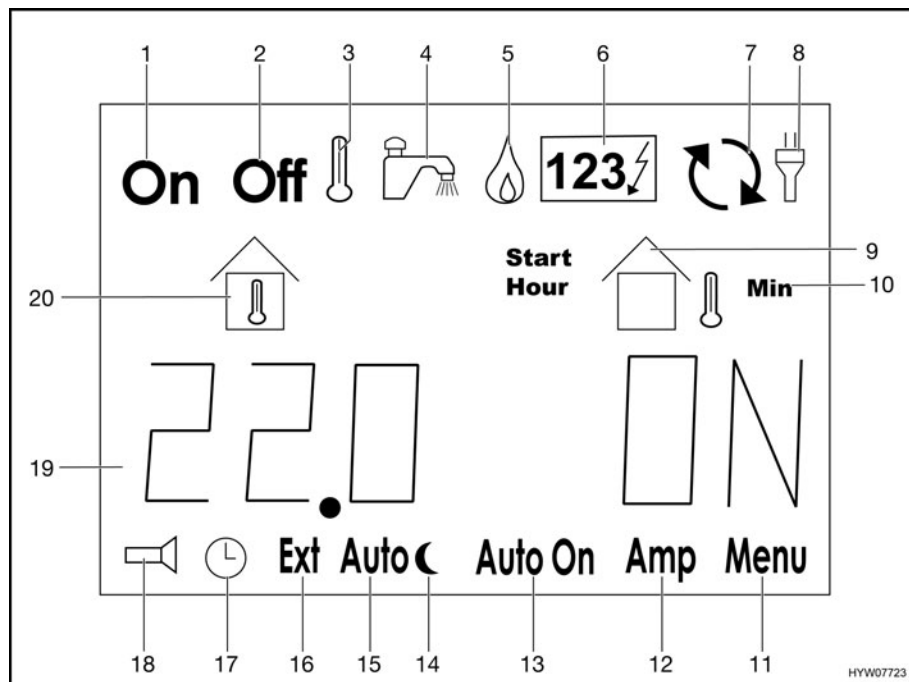

Fig. 122 Affichage ACL
Dans la ligne information (Fig. 122,19), sont indiqués sous forme de texte les informations de températures, de temps et d'états de fonctionnement, ainsi que les messages d'erreur.
- Appuyer sur la touche "▷" (Fig. 121,4) jusqu'à ce que le symbole  (Fig. 122,5) clignote.
- Appuyer sur la touche "▷" (Fig. 121,4) jusqu'à ce que le symbole  (Fig. 122,6) clignote.
- Appuyer sur la touche "▷" (Fig. 121,4). Le symbole "Off" (Fig. 122,2) clignote.
- Appuyer sur la touche "+/On" (Fig. 121,3). Le symbole "On" (Fig. 122,1) clignote. Le chauffage se met en marche automatiquement.
- Appuyer sur la touche "▷" (Fig. 121,4). Le symbole "On" (Fig. 122,1) clignote.
- Appuyer sur la touche "-/Off" (Fig. 121,5). Le symbole "Off" (Fig. 122,2) clignote. Le chauffage s'éteint.
- Appuyer sur la touche "▷" (Fig. 121,4) jusqu'à ce que le symbole "Menu" (Fig. 122,11) clignote.
- Quand "OF" est affiché dans la ligne information (Fig. 122,19), appuyer sur la touche "▷" jusqu'à ce que "PU" soit affiché.